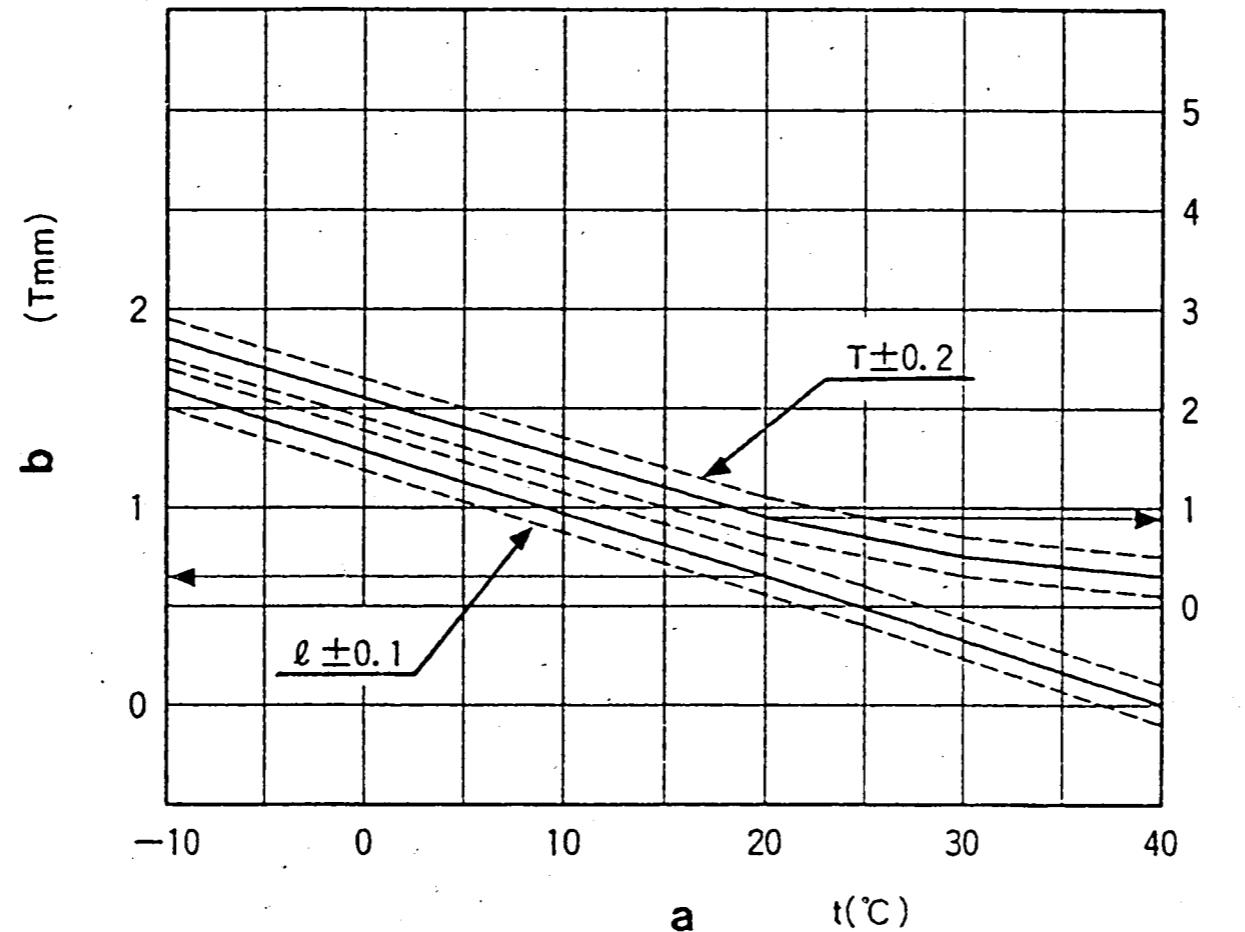

Bild 57
- 1) Verstellerweg aus Bild 57 für die Lufttemperatur bei der Einstellung ermitteln.
- 2) Verstellerweg-Einstellschraube so einstellen, daß der Verstellerweg dem im Diagramm (Bild 57) ermittelten Wert entspricht.
- 1) Dicke  $l \pm 0,05$  mm des erforderlichen Parallelendmaßes (Bild 57) entsprechend der Lufttemperatur bei der Einstellung entnehmen.